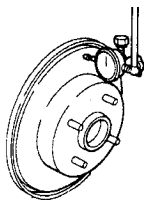

Рис. 9.14 Проверьте биение диска (См. Раздел 6)
2. Биение тормозного диска не должно превышать максимально допустимого значения (См. Раздел Технические характеристики). Биение диска можно проверить при помощи циферблатного измерителя или набора шупов, которые необходимо вставить между диском и фиксированной поверхностью (См. Рис. 9.14).